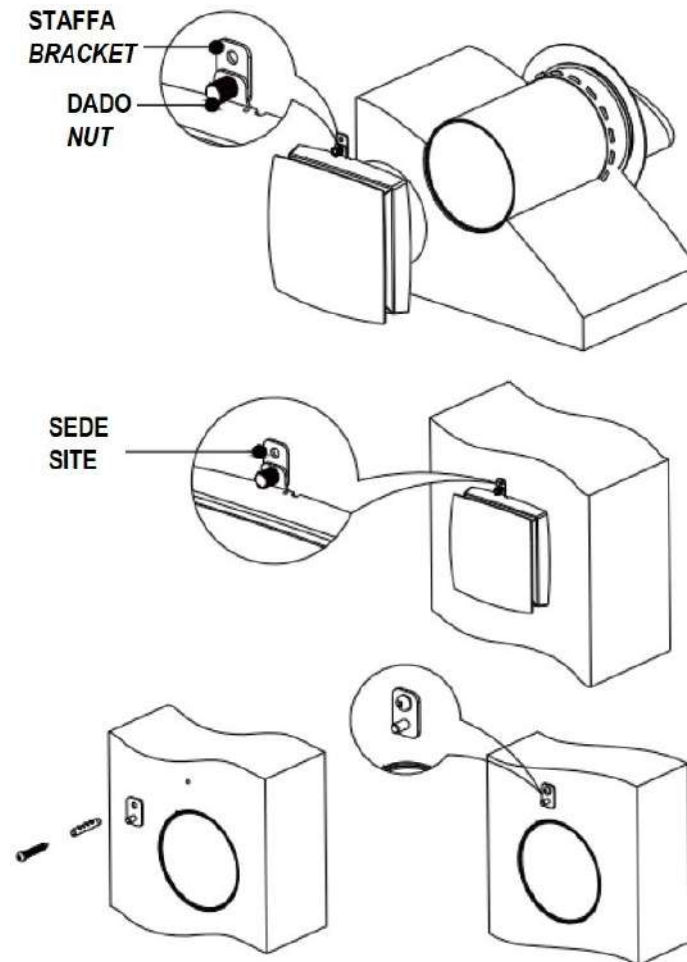

Fig.19
7) Posizionare il blocco ventilatore sulla parete interna della parete (Fig. 19), avendo preventivamente inserito il dado nella staffa superiore del blocco ventola interno. Segnare il punto dove forare la parete per il fissaggio. Riporre il blocco ventola e praticare un foro di diametro 6 mm sul punto segnato per il fissaggio e inserire il tassello (fornito nella confezione). Installare la staffa di fissaggio con la vite (fornita con la confezione).
7) Put the fan on the surface wall as the location (Fig. 19), which the bracket and the nut are installed on the fan in advance, that the duct of the fan must be into the inner duct. Marking the drilling hole site. After put the fan out Drilling 1* 6mm hole on the marking place and put in the rubber plug (as pack accessories). Install the retaining bracket with a screw (as pack accessories).